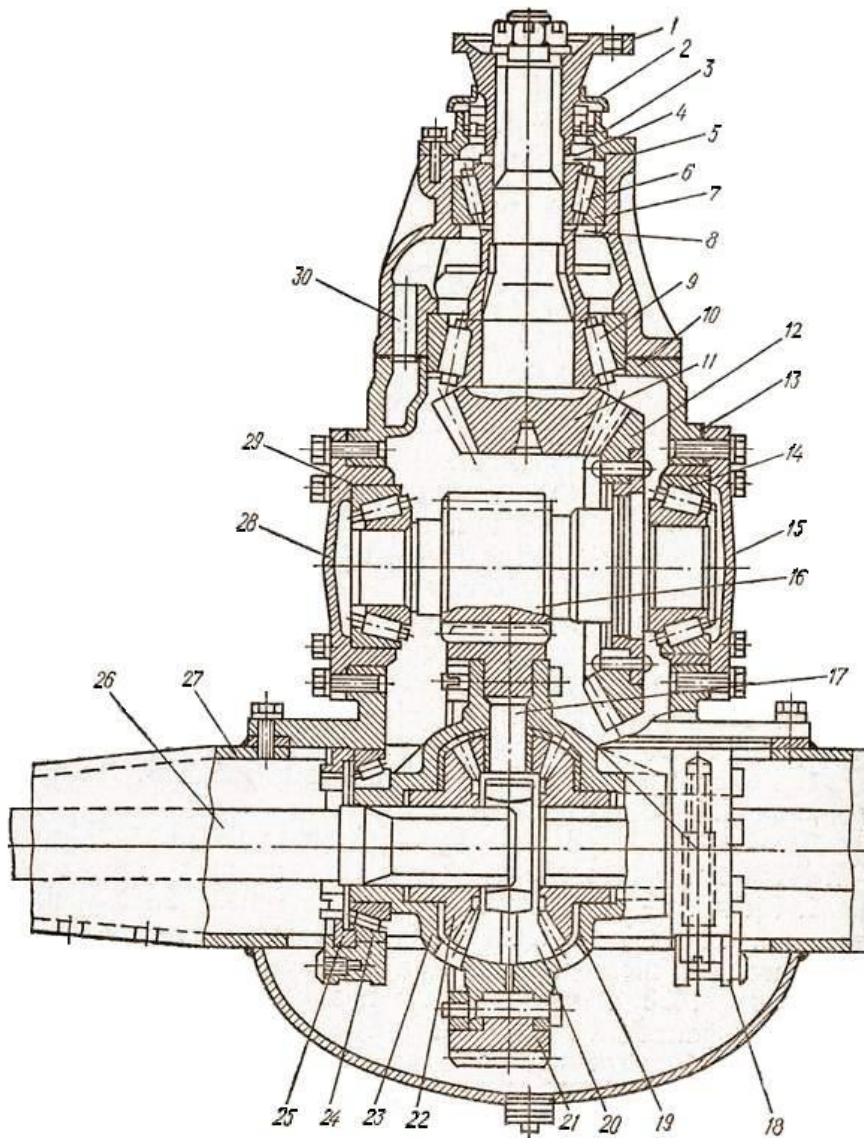

Рисунок 1
43. Цифрой 11 на рис. 1 обозначено:
44. Какой цифрой на рис. 1 обозначена большая ведомая цилиндрическая шестерня?
45. Цифрой 16 на рис. 1 обозначена:
46. Какой цифрой на рис. 1 обозначена полуосевая шестерня?
47. Цифрой 26 на рис. 1 обозначено:
48. Цифрой 12 на рис. 1 обозначено:
49. Какой цифрой на рис. 1 обозначен сателлит?
50. Цифрой 17 на рис. 1 обозначено:
51. Цифрой 19 на рис. 1 обозначено: